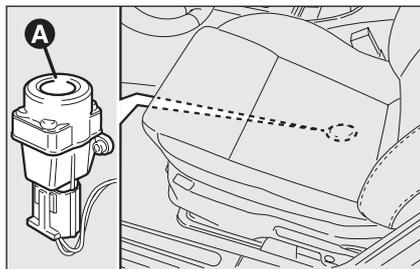

fig. 49
Per riattivare l'interruttore blocco combustibile premere il pulsante **A-fig. 49**.
- premere il pulsante **A-fig. 49** per riattivare l'interruttore blocco combustibile;